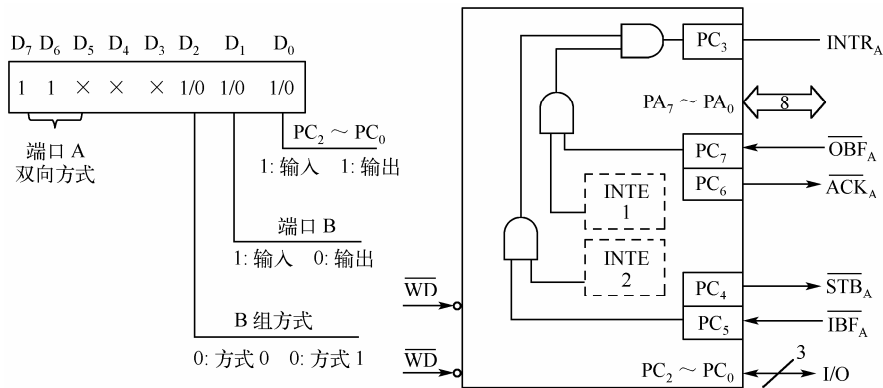

图 9-8 方式 2 输出组态
- ① 方式 2 只用于端口 A，端口 B 无此种工作方式。
- ② 一个 8 位的双向总线端口（端口 A）和一个 5 位控制端口（端口 C）。
- ③ 输入和输出是锁存的。
- ④ 5 位控制端口用做端口 A 的控制和状态信息。
- 8255A 工作在方式 2 时，其逻辑组态如图 9-8 所示。各个信号的意义为：